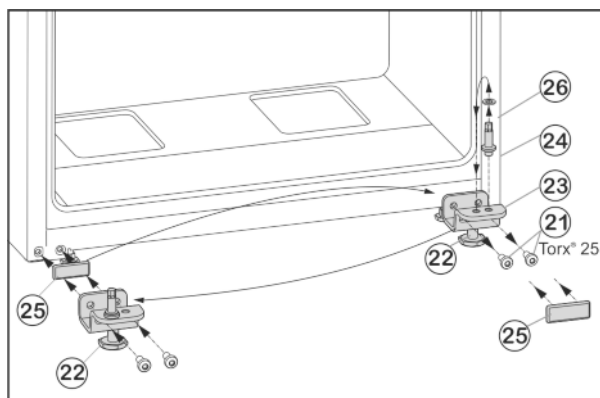

Fig. 6
- ▶ Открутите крепежные винты Fig. 6 (21).
- ▶ Снимите нижний опорный кронштейн Fig. 6 (23) вместе с опорным пальцем Fig. 6 (24), шайбой Fig. 6 (26) и регулируемой опорой Fig. 6 (22).
- ▶ Открутите опорный палец Fig. 6 (24) вместе с шайбой Fig. 6 (26) и, переставив в отверстие на противоположной стороне опорного кронштейна, снова прикрутите.
- ▶ Аккуратно снимите защитную пластину Fig. 6 (25) и переставьте ее на противоположную сторону.
- ▶ Прикрутите нижний опорный кронштейн Fig. 6 (23) вместе с опорным пальцем Fig. 6 (24), шайбой Fig. 6 (26) и регулируемой опорой Fig. 6 (22) с другой стороны шарнира (с моментом 4 Нм), при необходимости используйте аккумуляторный шуруповерт.
- ▶ Установите нижнюю дверцу сверху на опорный палец Fig. 6 (24).
- ▶ Вставьте средний опорный кронштейн (13) с поворотом на 180° в нижнюю дверцу и прикрутите с помощью крепежных винтов (11) (2 шт. Torx® 25) на новую сторону шарнира (с моментом 4 Нм).
- ▶ Снова установите пластиковую шайбу (10).
- ▶ Выверните регулируемую опору Fig. 6 (22) на нижнем опорном кронштейне Fig. 6 (23) до ее соприкосновения с полом.